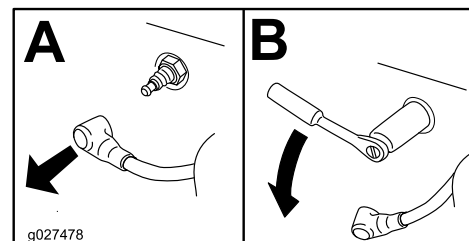

Figure 43
3. Déposez la bougie, comme montré à la Figure 43.